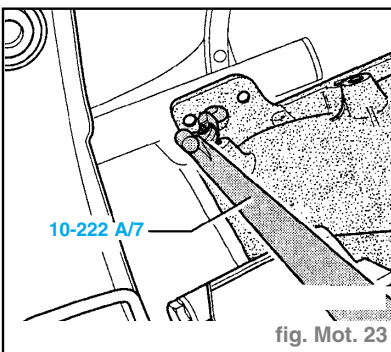

fig. Mot. 23
- Accrocher l'allonge 10-222 A/7 en bas à droite du bloc-cylindres (fig. Mot. 23).